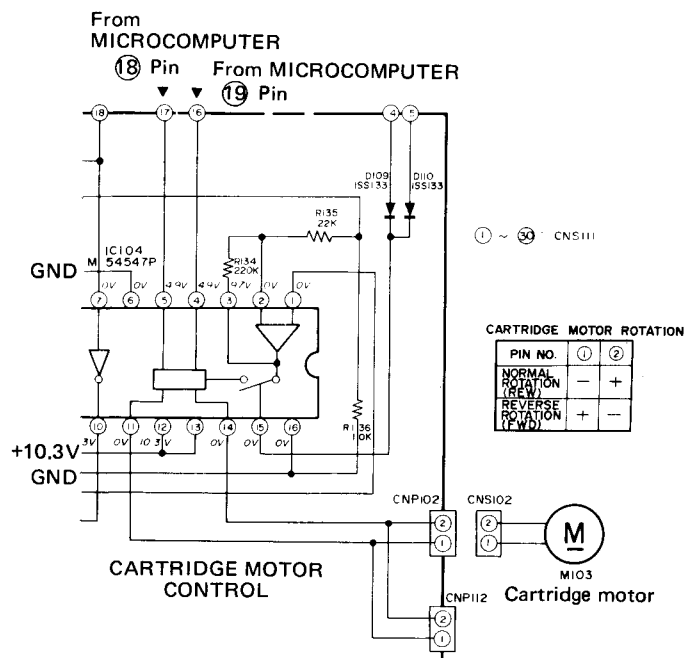

Figure 28-2
• When the cartridge forward or reverse key is pushed while the tonearm is cuing up, there is produced a pulse to drive the cartridge motor for the first 1130 msec. Thereafter the motor rotation speed is gradually raised up to its regular speed. See Fig. 28-2.
• Wenn die Tonabnehmer-Vorlauf- oder -Rücklauffaste beim Abheben des Tonarms gedrückt wird, wird ein Impuls zum Antreiben des Tonabnehmermotors für die ersten 1130 ms erzeugt. Danach wird die Drehgeschwindigkeit des Motors bis zu seiner normalen Geschwindigkeit allmählich erhöht. Siehe Abb. 28-2.
• Quand la touche d'avance ou de recul de la cellule est enfoncée quand le bras est en montée de mise en pile, une impulsion d'entraînement du moteur de la cellule est produite pendant les premières 1130ms. Puis la vitesse de rotation du moteur est progressivement augmentée jusqu'à sa vitesse de régime. Voir la Fig. 28-2.